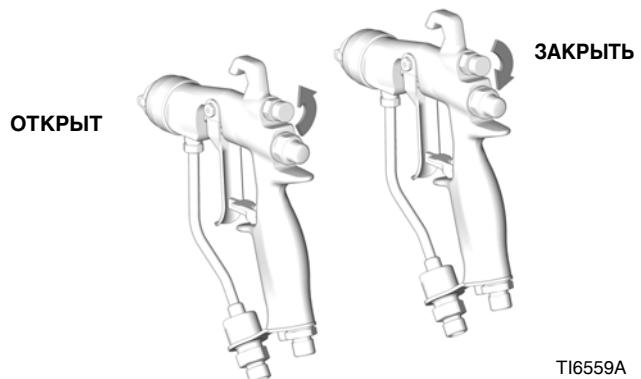

Рис. 14
4. Перекройте подачу воздуха, регулирующего факел, поворачивая регулятор по часовой стрелке до конца. Смотрите Рис. 14. На пистолете будет установлена максимальная ширина факела.
Для того чтобы сузить факел распыла, поверните регулятор против часовой стрелки. Смотрите Рис. 14. Если ширина факела все еще недостаточно узкая, медленно увеличивайте давление воздуха или используйте распылительный наконечник другого размера.